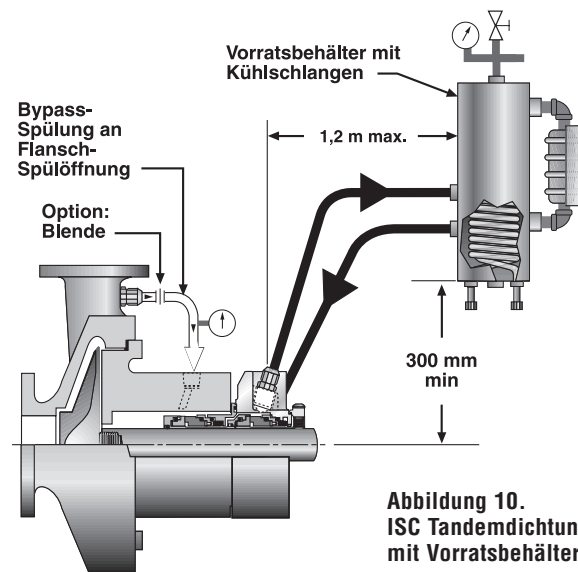

Abbildung 10.
8.3 Bei drucklosem Doppeldichtungsbetrieb (Tandem-Anordnung) eine saubere, kompatible Vorlageflüssigkeit mit einem Druck unter dem im Dichtungsraum an die Eintrittsöffnung bringen (siehe Abbildung 10).